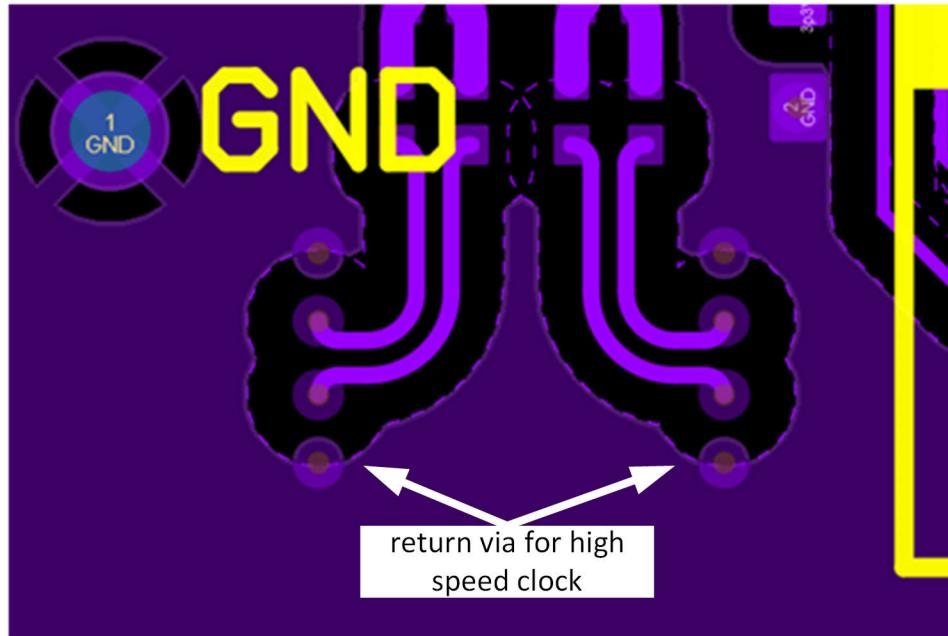

図 9-12. 高速クロックのリターンビア
8. ビアを使用して高速信号を別の層に遷移する必要がある場合は、基板をできるだけ遠くまで遷移させて（上下に最適なケース）、ビアの上部または下部にあるビア スタブを最小限に抑えます。レイヤーの選択が柔軟でない場合は、バスクドリルまたは埋め込みのブラインド ビアを使用してスタブを除去します。層間の遷移を行うときは、常に臨界高速信号トレースの近くに 2 つのグランドビア（「リターンビア」）を配置して、近くのグランドリターンパスを提供します。例として 図 9-12 を参照してください。